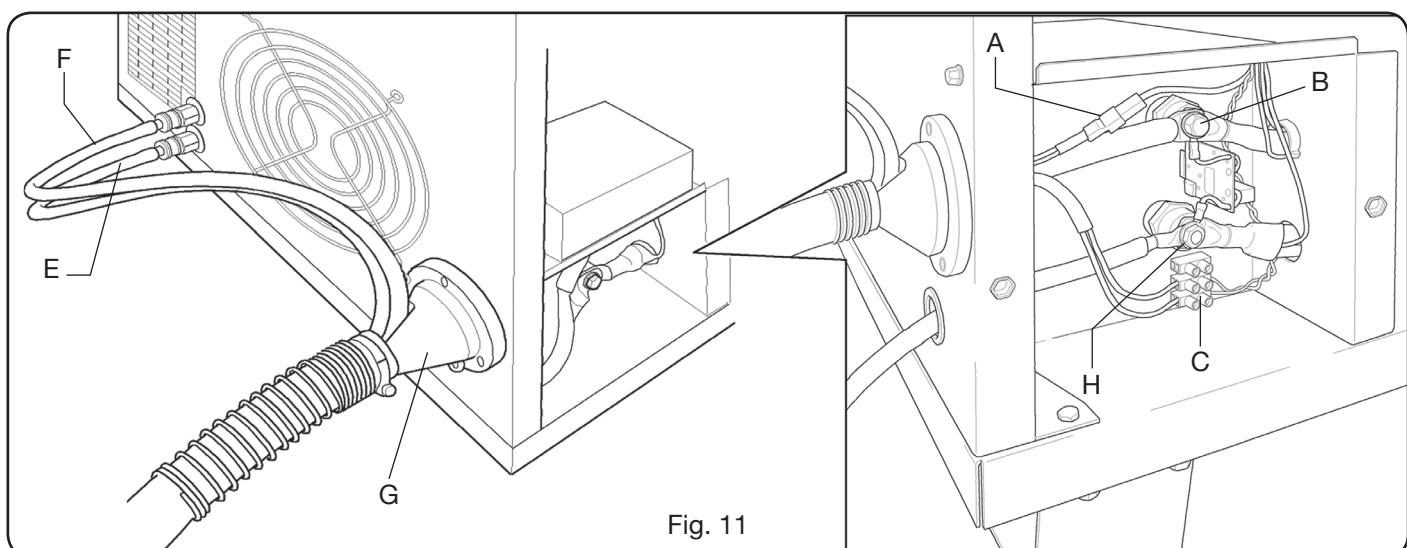

Fig. 11
- Après cette opération, procéder au raccordement des différentes connexions (Fig. 11).